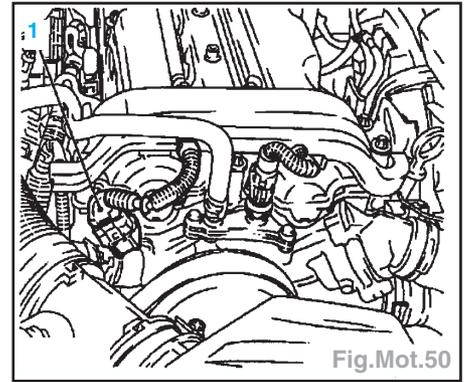

Fig.Mot.50
- Débrancher la fiche (1), la vis et le capteur (Fig.Mot.50).